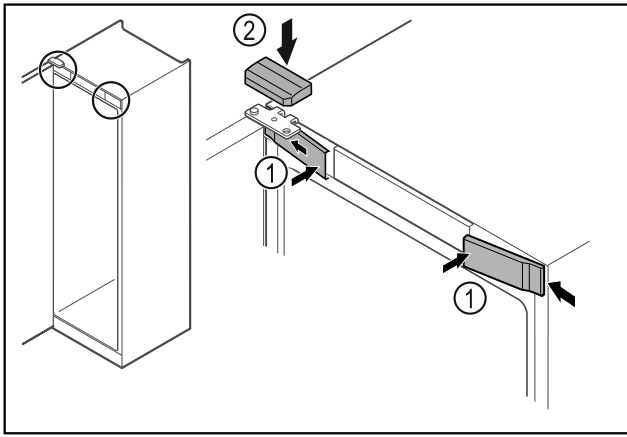

Fig. 68
- ▶ Zaháknite predné kryty Fig. 68 (1) naboku a zaistite ich.
- ▶ Zaistite horný kryt Fig. 68 (2) zhora.